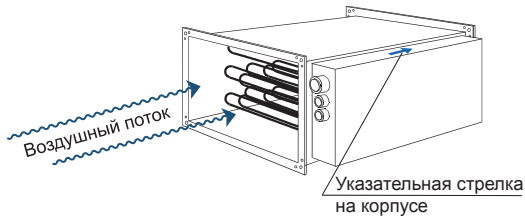

Рис. 1. Направление воздушного потока
- Воздушный поток должен быть направлен согласно указательной стрелке на корпусе нагревателя (рис. 1).